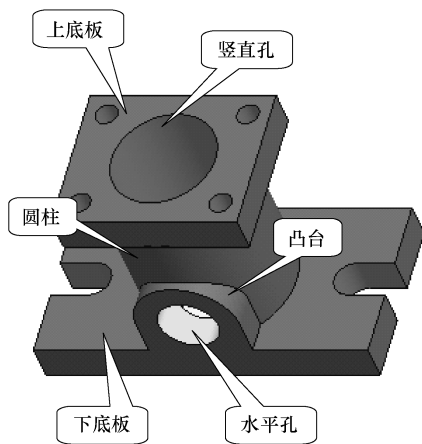
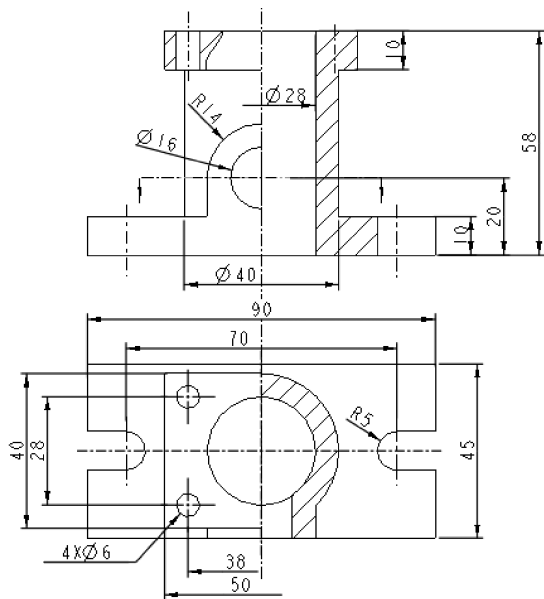

图 4-64 支架零件
图 4-65 支架尺寸图
【例4-4】 创建如图4-64所示的零件模型，其尺寸图如图4-65所示。
(1) 分析零件的结构。由图 4-64 可以看出，零件由四大部分组成：上底板、下底板、圆柱和凸台。其竖直方向上有一圆柱通孔，在凸台上有一通孔钻透整个前壁到竖直通孔。每个基本形体都可以通过拉伸创建。
(2) 立体基准。立体的长基准为左右对称面，和 RIGHT 面重合；立体的高基准为下底面，和 TOP 面重合；立体的宽基准是前面的基本对称面，应该和 FRONT 面重合，建模过程要特别注意。
(3) 建模顺序。Creo/Pro 5.0 的建模过程和我们刚才分析的一样，也是将整个支架分解成若干基本形体，然后组合在一起。支架零件总体上是由一个叠加式的组合体经过两次钻孔形成的，故建模时应先创建下底板，接着创建中间圆柱和上底板，而后是前面凸台，最后是钻出水平孔和竖直通孔。